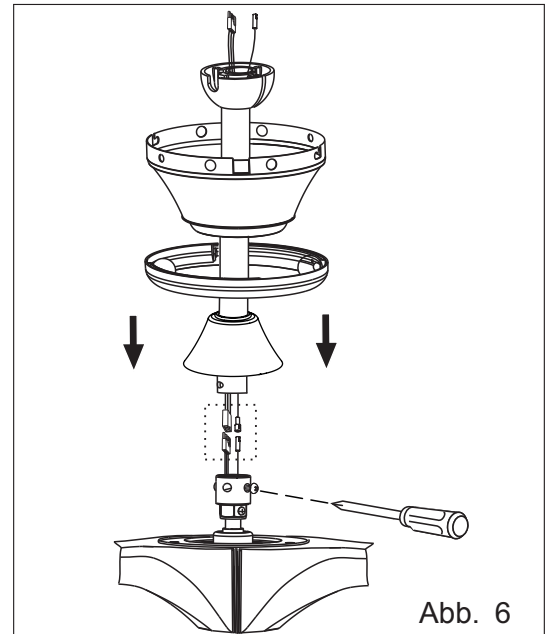

Abb. 6
9. Setzen Sie die Stange in die Stangen-Stütze (Abbildung 6).